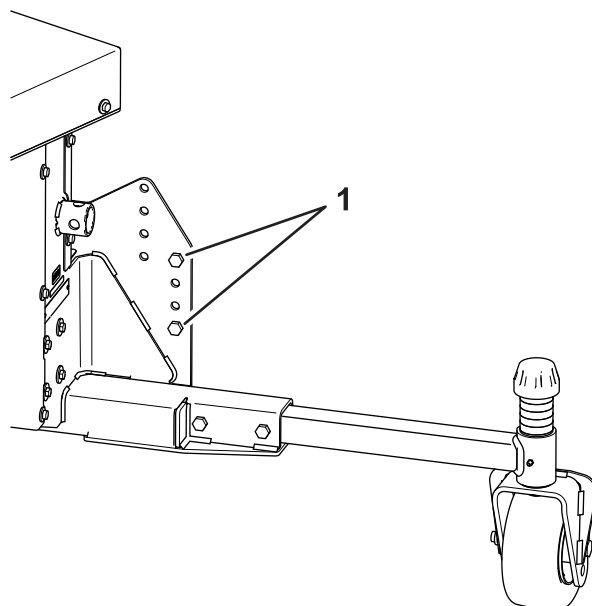

**Figura 8**
10. Introduzca el tubo del caballete en el tubo del bastidor, alinee los taladros y sujételo en esa posición con el pasador de alambre (Figura 8).